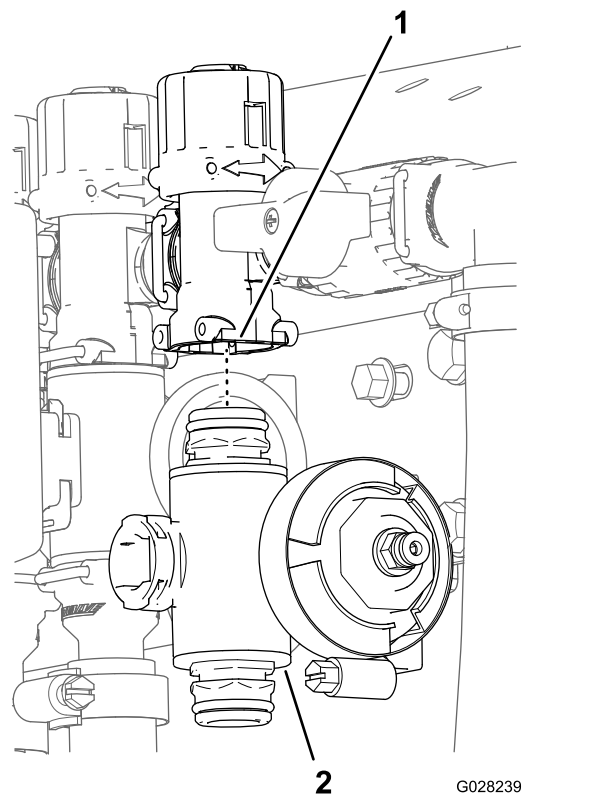

図 75
3. 左boomまたは右boomバルブの場合は、バルブをバルブマウントに固定しているフランジヘッドボルトとフランジロックナットを外してバルブマニホルドを機体から取り出す。右boomバルブの場合は、機体からboom用のバルブマニホルドを取り出す 図 75。